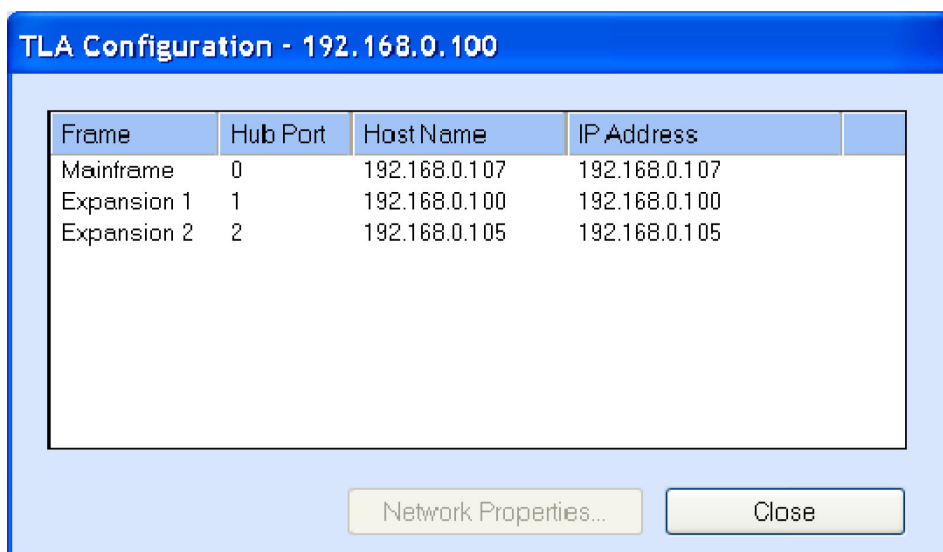

図 30: TLA Configuration ダイアログ・ボックス
3. TLA Configuration アイコンをクリックします。TLA Configuration ダイアログ・ボックスが開きます。(図 30 参照)。